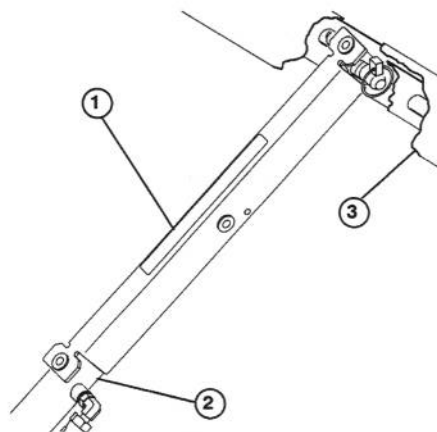

Figure 21
3. Pousser la béquille sur la tige de vérin en s'assurant que les languettes d'extrémité de la béquille sont appuyées contre le corps du vérin et l'extrémité de la tige (Fig. 21).